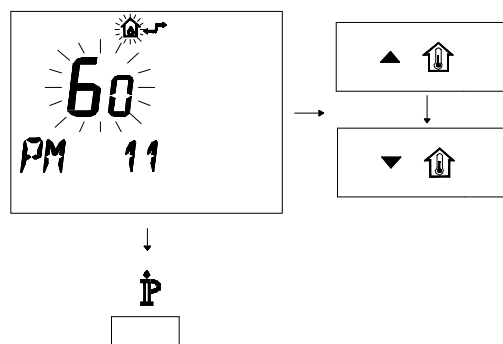

Figura 5.56
- Per modificare il SET programmato agire sui pulsanti   o   e aspettare che il numero programmato cominci a lampeggiare (Figura 5.56). Ogni passo incrementato o decrementato corrisponde a 1 secondi.